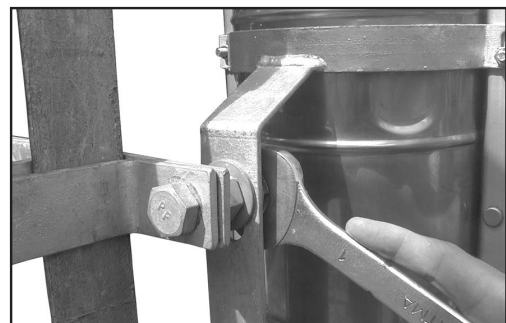

Figura 99
15.3 Solte um a porca, uma arruela de pressão e uma arruela lisa dos suportes à compressão e posicione a Caixa nos parafusos dos suportes. Insira primeiramente a arruela lisa, depois a arruela de pressão e por último rosqueie a porca. Use uma chave inglesa ou de boca de 1" para o aperto final (figura 99).